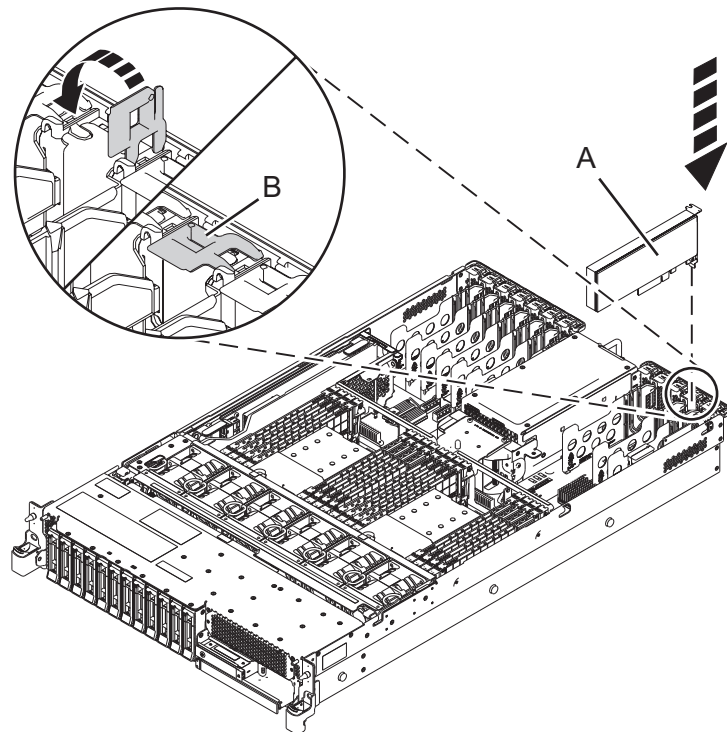

Figura 12. Instal·lació o substitució d'un adaptador PCIe al sistema 5148-21L, 5148-22L, 8247-21L, 8247-22L, 8284-21A, o 8284-22A
7. Si el pestell d'adaptador (B) de la ranura de destinació encara no està en la posició d'obertura, estireu el pestell fins que es col•loqui en posició d'obertura fent-lo girar cap a fora del clip de la part posterior del sistema, tal com es mostra a la Figura 12 a la pàgina 21.
8. Agafeu amb compte l'adaptador per l'extrem superior o per la contrapunta i alineu-lo amb la ranura i el seu connector de la placa posterior del sistema **(A)**, tal com es mostra a Figura 12.
11. Per bloquejar l'adaptador dins la seva ranura, feu girar el pestell d'adaptador **(B)** en la direcció que es mostra a la Figura 12.